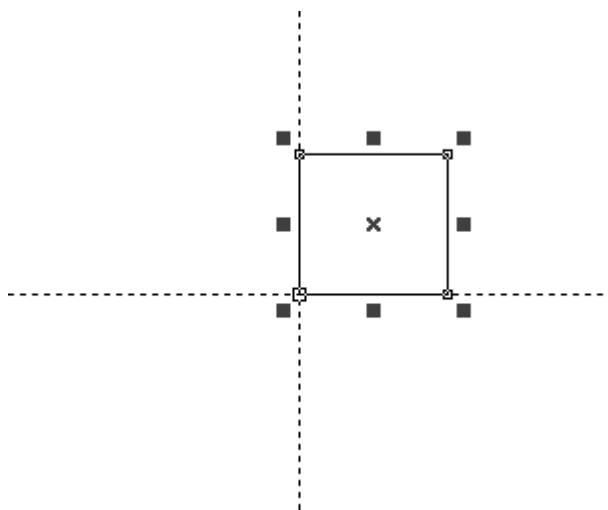

图 2-11 以位置点 1 为基准回原点
**回原点方式：**指当用户执行选取命令中的回原点时把被选取对象的哪一个位置放置到原点。标刻.1 将每个图形都分成 9 个位置点（0-8），设定回原点方式可按习惯准确定位该图形，图 2-11 为按照 1 位置为回原点设定情况，在软件工作空间绘制好图形后，点击“放置到中心”按钮：